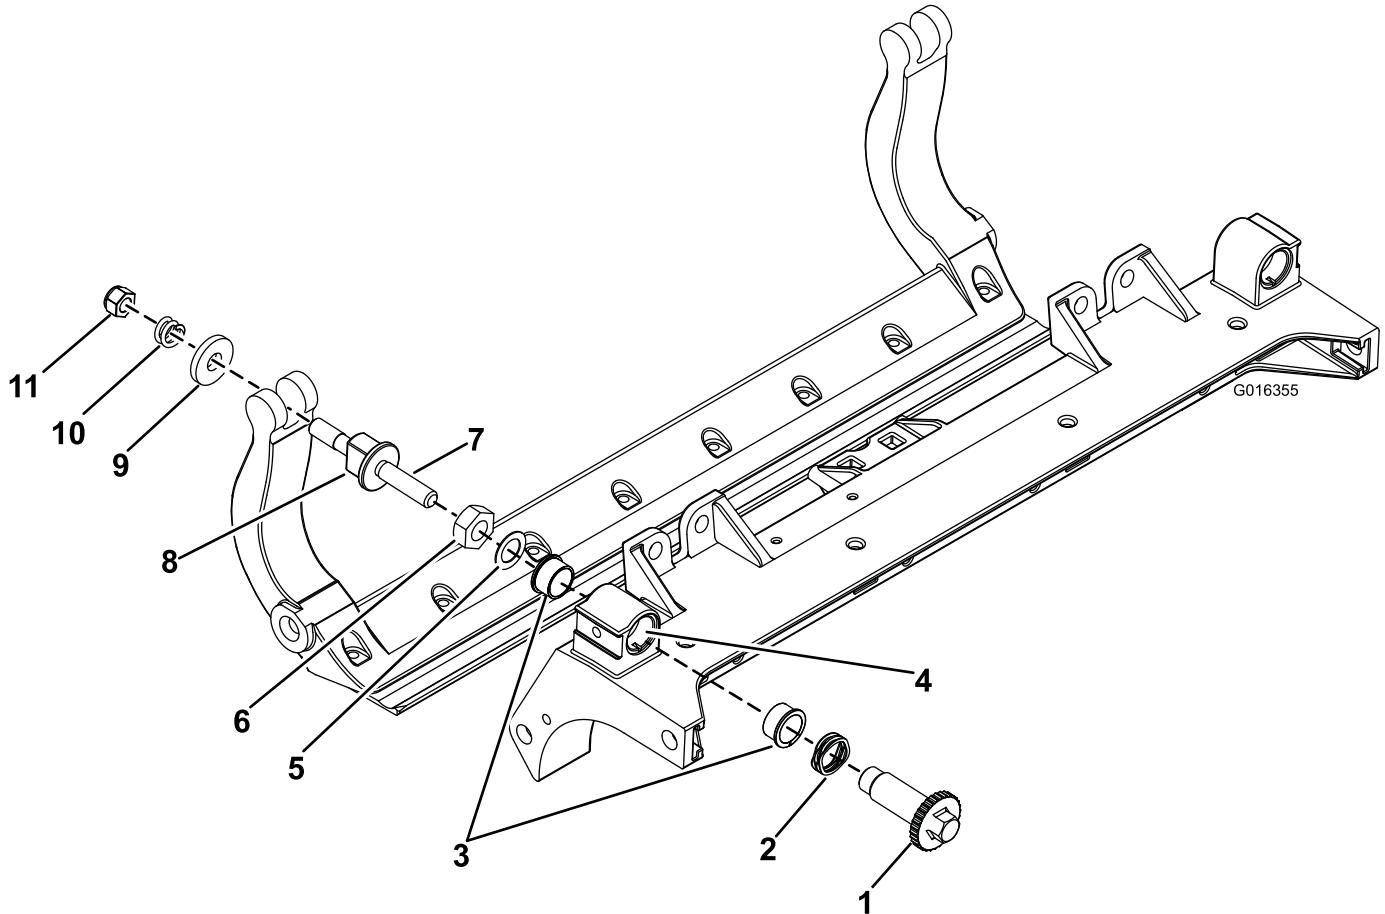

Рисунок 32
9. Прикрепите планку неподвижного ножа к боковым пластинам с помощью болтов планки неподвижного ножа (гаек на болтах) и 6 шайб. Нейлоновые шайбы должны располагаться с каждой стороны выступа боковой пластины. На нейлоновые шайбы установите стальные шайбы (Рисунок 32). Затяните болты планки с моментом 37–45 Н•м. Затяните контргайки вручную так, чтобы наружные стальные шайбы перестали вращаться и осевой люфт был устранен, но не перетягивайте и не деформируйте боковые пластины. Шайбы с внутренней стороны могут иметь зазор (Рисунок 32).
1. Снимите все детали (см. *Инструкции по установке* для HD комплекта DPA, модель № 120–7230, и Рисунок 32).
2. Нанесите смазку Never Seize на внутреннюю поверхность втулки на центральной раме режущего блока (Рисунок 32).
3. Совместите шпонки фланцевых втулок с прорезями в раме и установите втулки (Рисунок 32).
4. Установите волнистую шайбу на шпиндель регулятора и вставьте шпиндель регулятора во фланцевые втулки, установленные в раме режущего блока (Рисунок 32).
5. Закрепите шпиндель регулятора с помощью плоской шайбы и контргайки (Рисунок 32). Затяните контргайку с моментом 20–27 Н•м.